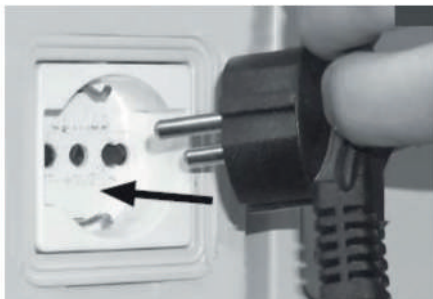
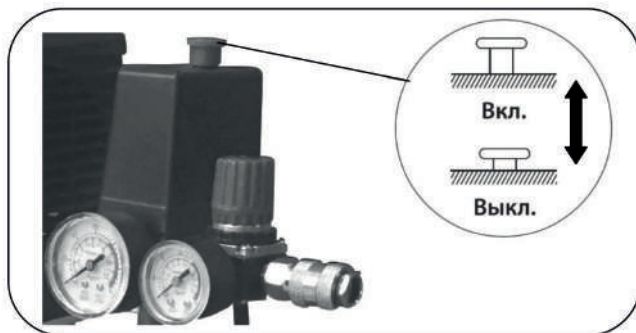

Рис. 7
Рис. 8
2. Подключите вилку электрокабеля питания в соответствующую розетку, имеющую контакты заземления (Рис. 7), предварительно проверив, что выключатель реле давления 2 (Рис. 8) находится в положении выключено «О» (OFF).
4. Включите компрессор красной кнопкой реле давления (прессостата), потянув ее вверх в положение Вкл. (Рис. 8). Компрессор запустится и начнет накачивать воздух в ресивер. После достижения заданного верхнего уровня давления компрессор остановится. По мере расходования воздуха давление в ресивере падает и, когда оно достигает нижнего заданного уровня (разница между верхним и нижним уровнем давления 2 бар), компрессор автоматически включится.
Для останова компрессора нажмите на кнопку прессостата вниз (Рис. 8) в положение Выкл. После завершения работы с компрессором отключите его от электросети и стравите воздух из ресивера.